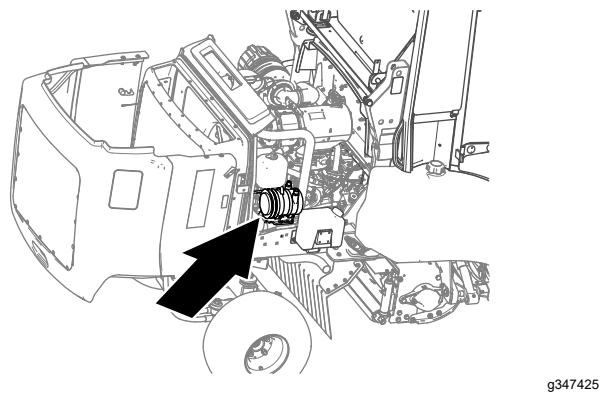

Figure 36
1. Déverrouillez et soulevez le capot (Figure 36).